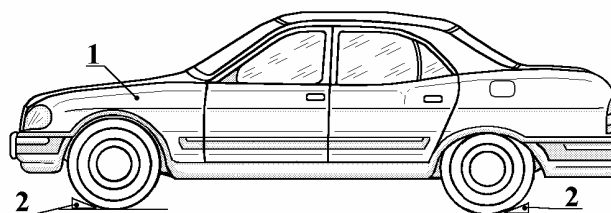

Рис. 1. Установка автомобиля:
4.1. Установить автомобиль 1 (рис. 1) на смотровую яму, выключить зажигание, установить рычаг КПП в нейтральное положение, затормозить автомобиль стояночным тормозом, установить под колеса противооткатные упоры 2 (упоры типа 20 Ю-3901296).